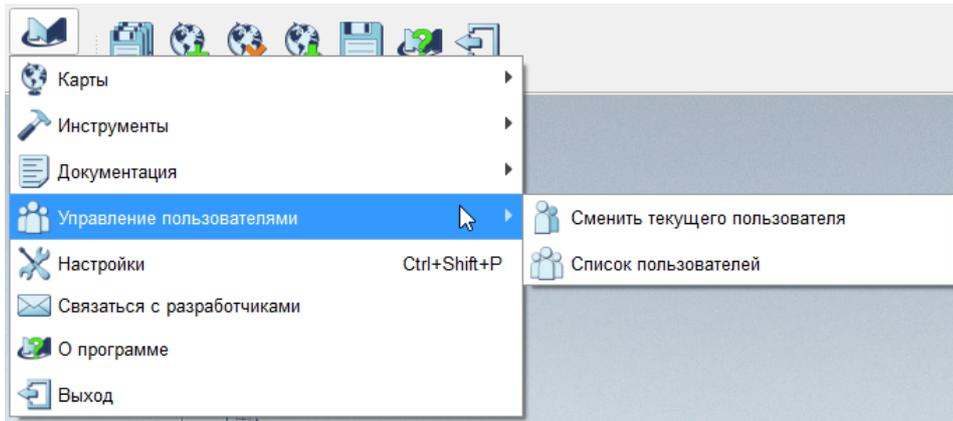

Рис. 5
3.4.1.3. Для перехода к настройке пользователей необходимо выбрать в главном меню пункт "Управление пользователями"-*"Список пользователей"* (рис. 5).
В ряде случаев может быть необходимо временно расширить права пользователя без прерывания выполнения основных задач по мониторингу сетей. В этом случае можно использовать пункт меню "Управление пользователями" - "Сменить текущего пользователя" (см. рис. 5).